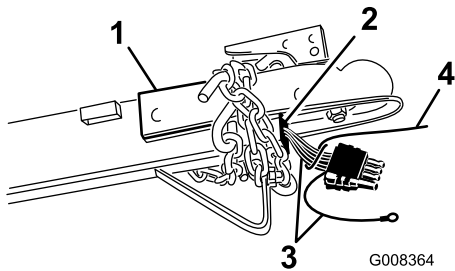

Figura 3
4. Sujete el alambre que pasa por la barra de tracción al arnés de cables del remolque y tire del arnés de cables, pasándolo por toda la barra de tracción con la ayuda del alambre (Figura 3). Desconecte el alambre del arnés de cables.